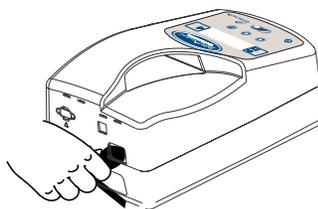

Abb. 4-7 Einstecken des Wechselstromkabels
- SCHRITT 1** Die Buchse am Wechselstromkabel in den Wechselstromanschluss am Gerät einstecken (siehe Abbildung 4-7).
- SCHRITT 2** Den Stecker am Wechselstromkabel in eine Wandsteckdose einstecken (siehe Abbildung 4-7).